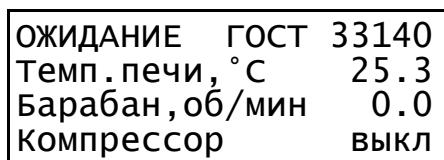

Рисунок 5 – Окно ожидания
- 3.3.2 Через 10 секунд или по нажатию кнопки [Пуск] на лицевой панели печь переключится в режим ожидания (см. рисунок 5).